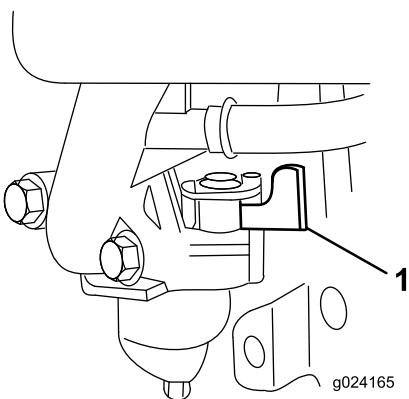

Figura 15
- Abra la válvula de combustible moviendo la palanca de la válvula de combustible a la **derecha** (Figura 15).
Nota: Cierre la válvula de combustible moviendo la palanca de la válvula de combustible (Figura 15) a la **izquierda** a menos que vaya a volver a arrancar el motor en breve.